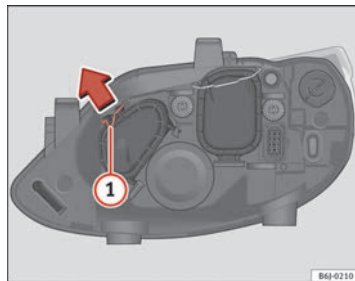

Fig. 149 Luz de posición
- Desplace el tirante ① en el sentido de la flecha y saque la tapa ⇒ fig. 149.